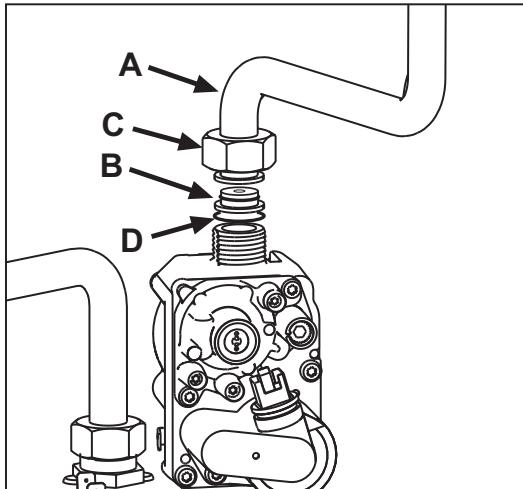

fig. 22
3. Dévisser la rondelle C et enlever le tuyau de gaz A de la vanne à gaz (voir fig. 22).
4. Remplacer le gicleur B B présent dans le tuyau gaz par celui contenu dans le kit de transformation après avoir intercalé le joint D (voir fig. 22).